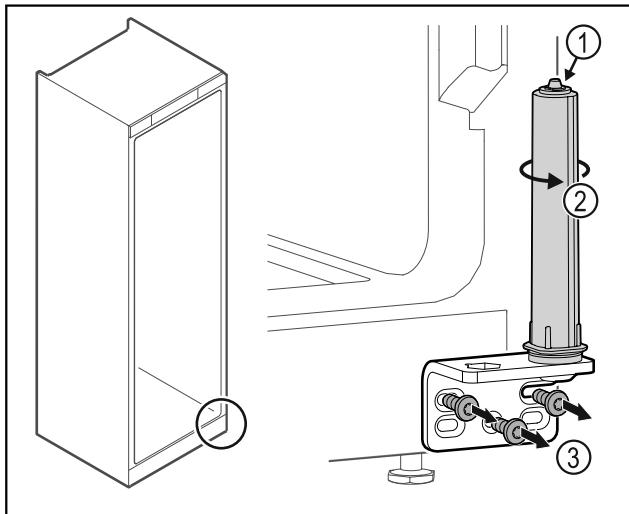

Fig. 27
- ▶ Ne pas désassembler le système de fermeture de la porte Fig. 27 (1).
- ▶ Tourner le système de fermeture Fig. 27 (2) jusqu'à entendre un clic.
- ▶ Dévisser l'équerre de la charnière Fig. 27 (3).